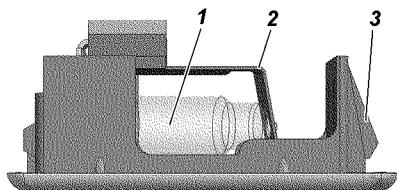

Рис. 9.52. Плафон подсветки
**Плафон подсветки вещевого ящика.** Для замены лампы извлеките плафон (рис. 9.52) из вещевого ящика. Замените лампу 1 отжав держатель 2.